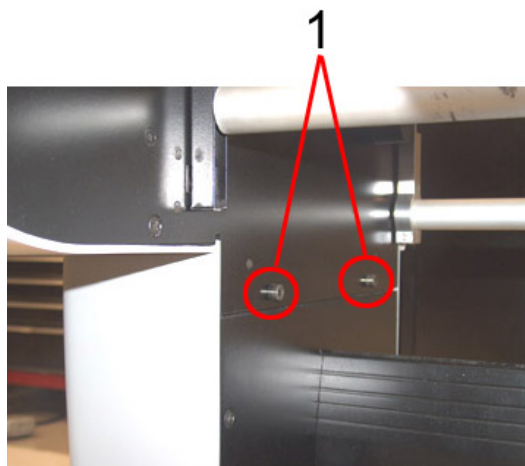

图 9. 连接绘图机头和横梁的两个螺钉
7. 将**绘图机头**放在两个支撑柱上，装上左右侧的螺钉 (图 9)。在另一侧执行相同操作。